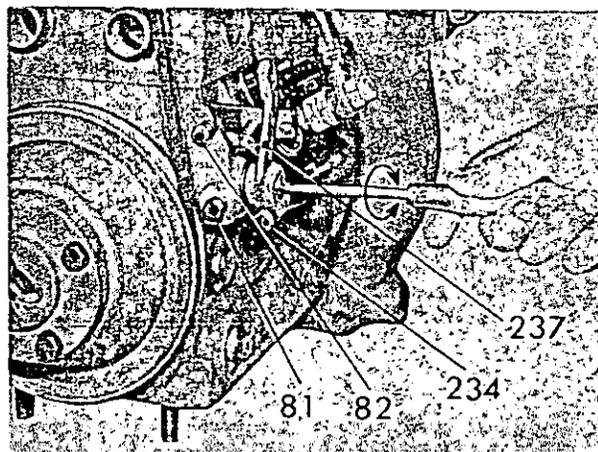

Abb. 21
Motor starten. Sechskantschraube (234) lösen, mit Schraubenzieher Führungswelle (229) bewegen (siehe Abb. 21) bis Standgasdrehzahl 750 min^{-1} (U/min.) erreicht ist. Verstellhebel (237) in Leerlaufstellung mit Feststellschraube (234) festziehen. Mit Einstellschraube (82) Feineinstellung vornehmen. Einstellschraube kontern. Am Verstellhebel (237) Vollast einstellen, mittels Einstellschraube (81) obere Leerlaufdrehzahl 2830 min^{-1} (U/min.) einstellen. Einstellschraube kontern. Beide Einstellschrauben zusätzlich mit Draht absichern.